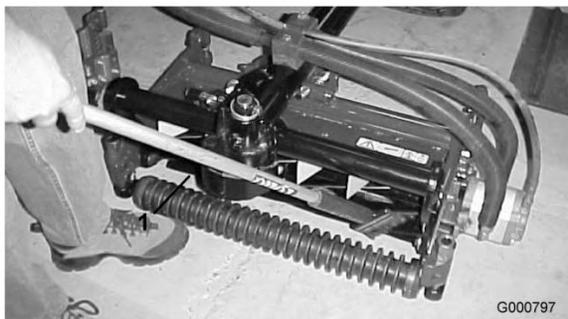

Bild 86
8. Tragen Sie mit einer Bürste mit langem Stiel Schleifpaste (Toro Bestellnummer 29-9100) auf die Spindel auf. Verwenden Sie nie Bürsten mit kurzem Stiel (Bild 86).